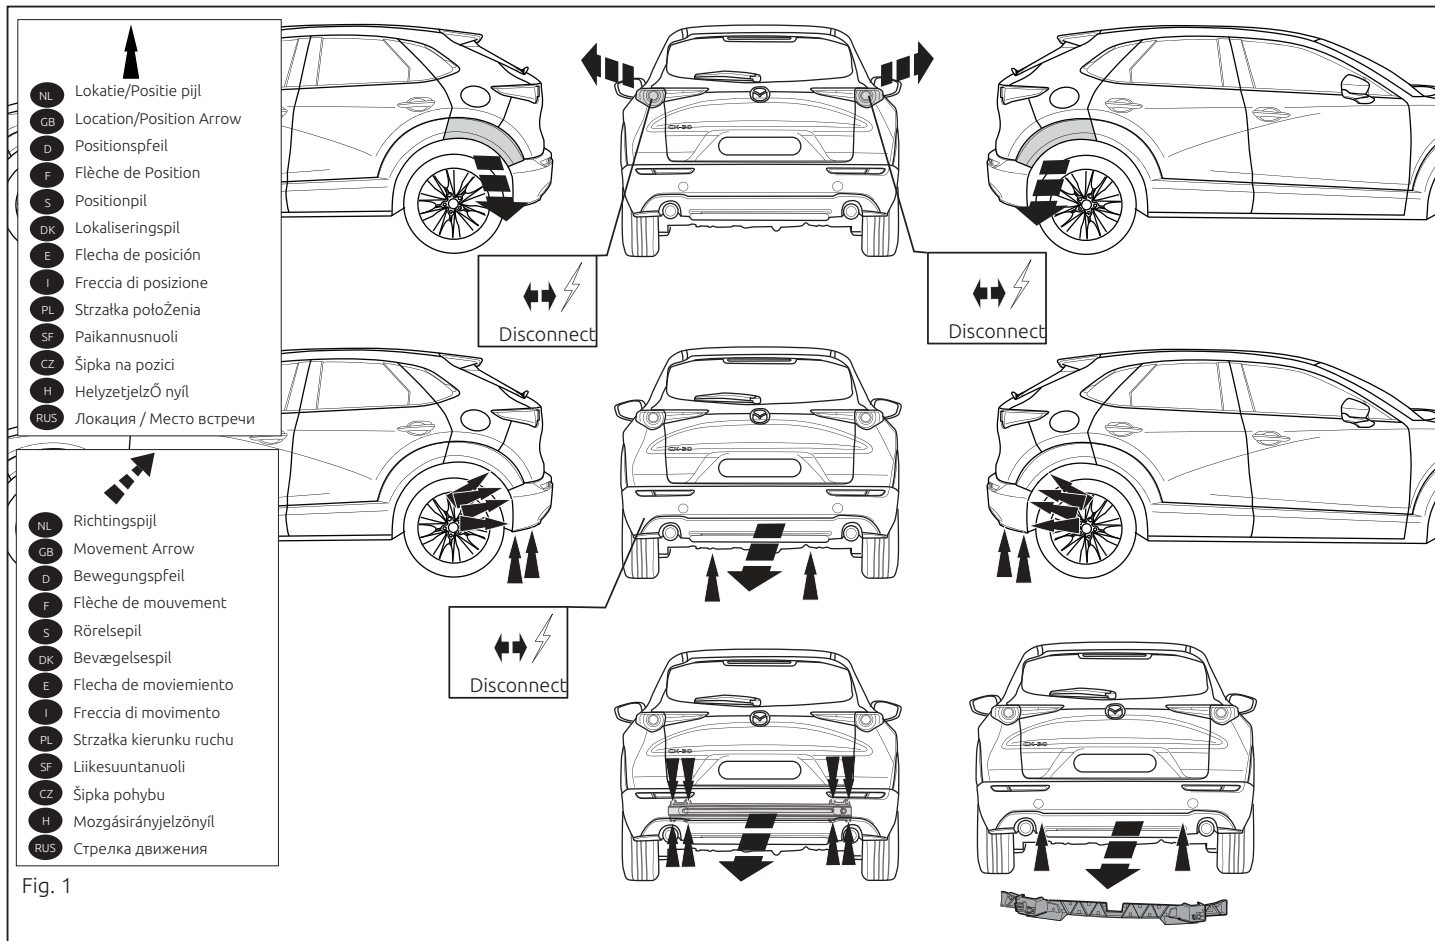

Fig. 1
- брусом автомобиля. Буферный брус больше не понадобится. Поставить болты на место. Снять указанные пластмассовые детали. См. рисунок 1.